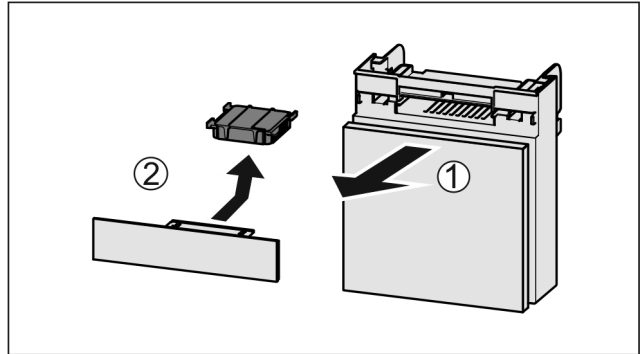

Fig. 155
- Trekk ut Fig. 155 (1) hyllen fremover.
- Ta ut Fig. 155 (2) aktivkullfilteret.